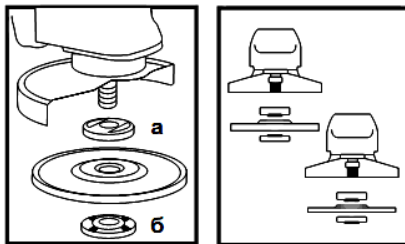

Рисунок 2
4.4 Встановіть на виріб абразивний шліфувальний або відрізний диск. Для цього натисніть на кнопку фіксації шпинделя (3) і поверніть шпиндель до фіксації. За допомогою вилкового ключа з комплекту виробу відверніть і зніміть затиску гайку (б) (див. рис. 2). Встановіть шліфувальний диск на посадкове місце фланцевої шайби (а) (рис. 2), накрутіть затиску гайку на шпиндель і затягніть її ключем з комплекту виробу.